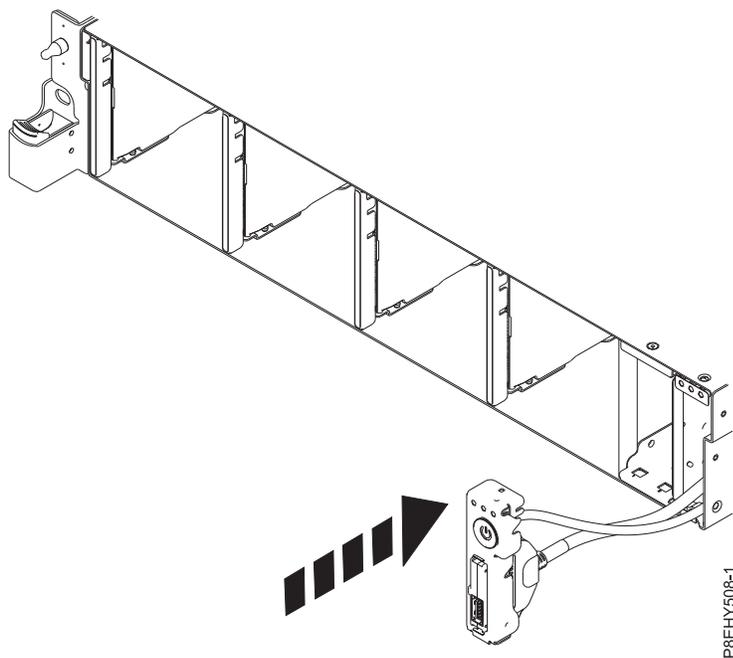

図 71. システム・バックプレーンへの前面 USB ケーブルの再取り付け
4. システムに前面 USB ケーブルおよび電源スイッチおよびケーブルを挿入します。ケーブルは慎重にシステム・バックプレーンを通して配線してください。 図 71を参照してください。